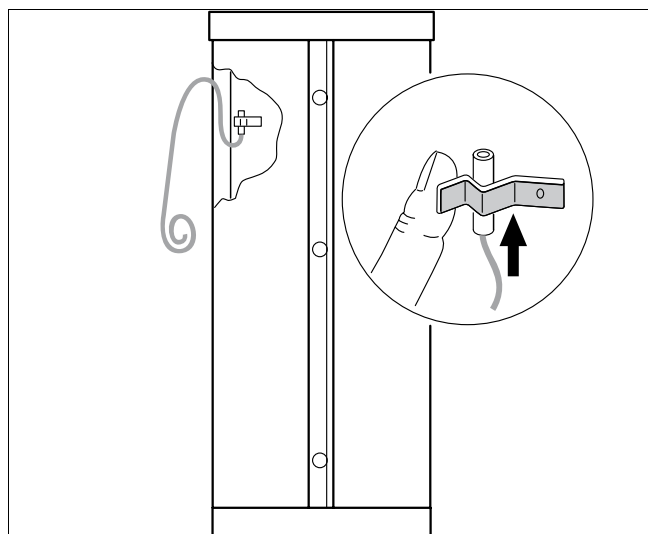

Fig. 4 Applicare la sonda (illustrazione schematica)
- Inserire la sonda nel fermo a molla in modo tale che tutta la superficie di contatto della sonda aderisca perfettamente al mantello dell'accumulatore (fig. 4).